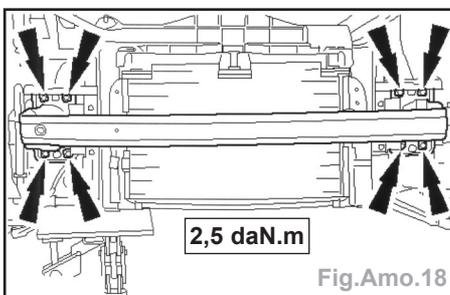

Fig.Amo.18
- Déposer le renfort de bouclier (flèches) (Fig.Amo.18).